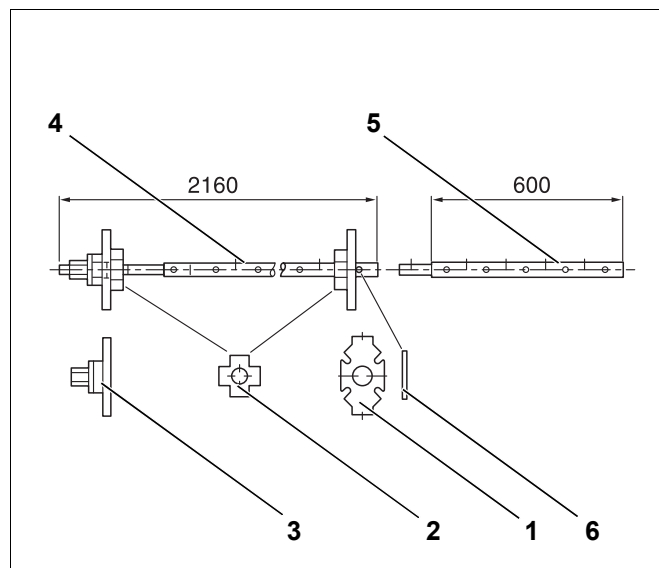
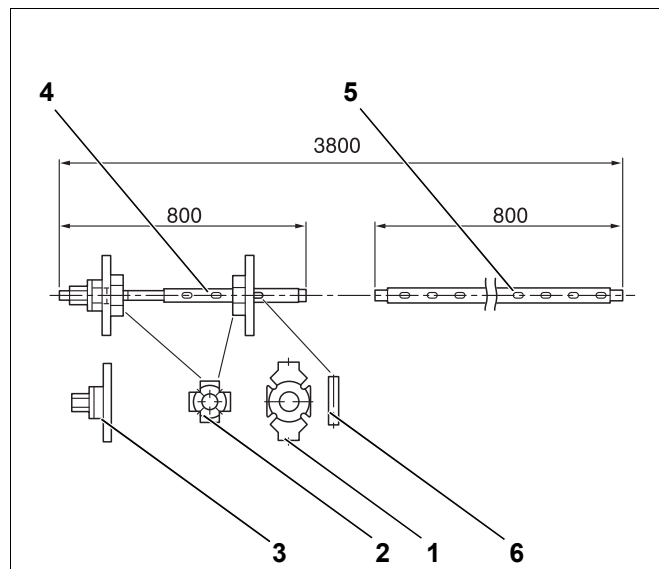

Рис. 4 Стяжной инструмент, размер 2.2 (размеры в мм)
Рис. 5 Стяжной инструмент, размер 2.3 (размеры в мм)
- стяжной инструмент котла 2.2 (рис. 4, стр. 13) или 2.3 (рис. 5, стр. 13)